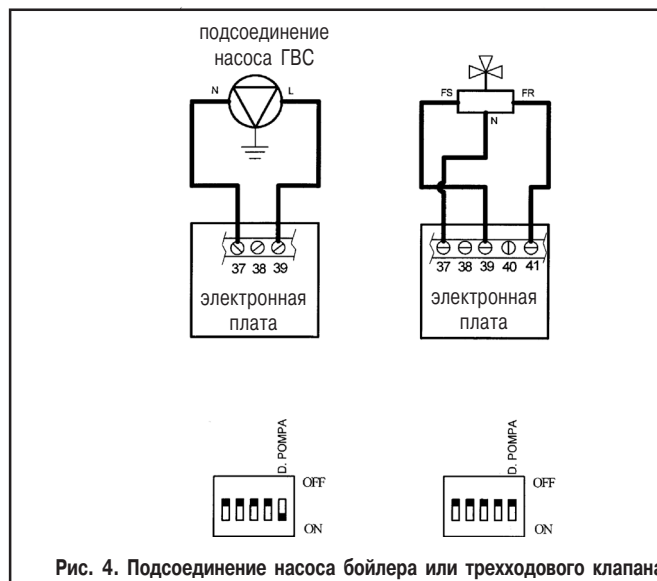

Рис. 4. Подсоединение насоса бойлера или трехходового клапана
- Выполнить электрическое подключение в соответствии с рис.4. Выполнить заземление. (рекомендуется использовать кабель типа «HAR H05 VV-F» или кабель с аналогичными характеристиками).